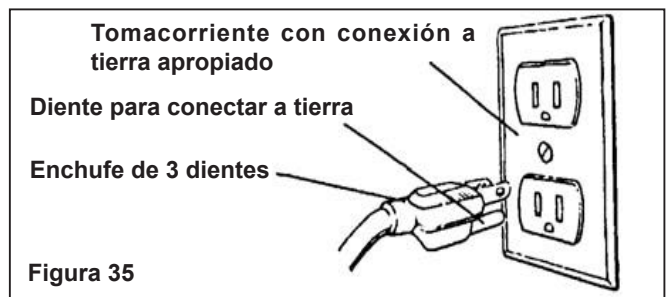

Figura 35
- Esta herramienta viene equipada con un cable aprobado de 3 conductores, calificado para 300V, y un enchufe de 3 dientes para conexión a tierra (véase Figura 35) para proteger contra el peligro de descarga eléctrica.
- El enchufe para conexión a tierra debe enchufarse directamente en un tomacorriente de 3 hoyos que fue instalado apropiadamente y tiene conexión a tierra, como se muestra (Figura 35).